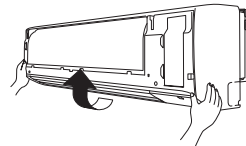

Fig. 3-86
- (6) Soulever la grille dans le sens indiqué par la flèche et la tirer vers soi pour l'enlever. (Fig. 3-86)